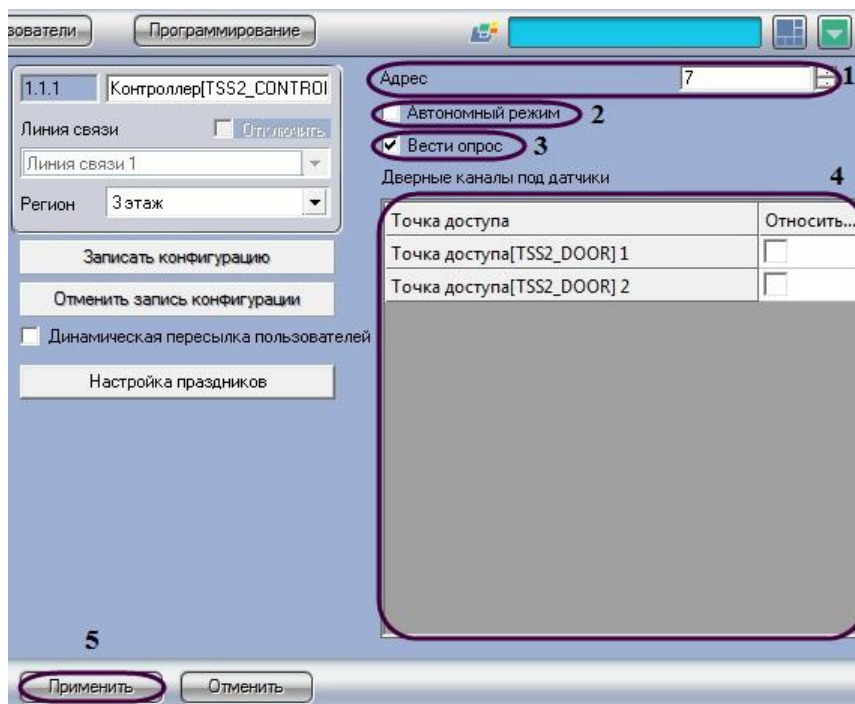

Рис. 3.4—2 Панель настроек объекта Контроллер
2. В поле **Адрес** необходимо ввести с помощью кнопок **вверх-вниз** свободный адрес контроллера в диапазоне от 1 до 63 (см. Рис. 3.4—2, 1).
3. Чтобы активировать автономный режим работы контроллера, необходимо установить флажок **Автономный режим** (см. Рис. 3.4—2, 2).